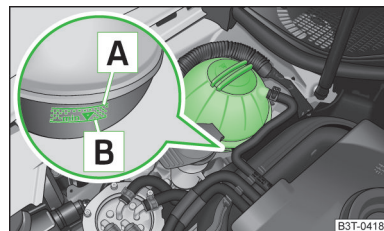

Fig. 137
Per il rabbocco si consiglia di utilizzare solo l'antigelo indicato sul serbatoio di compensazione del liquido di raffreddamento » **fig. 137 a pagina 157**.
- Non riempire il liquido di raffreddamento al di sopra della tacca **A** » **fig. 137 a pagina 157**.
Il serbatoio di compensazione del liquido di raffreddamento è disposto nel vano motore » fig. 137.
Descrizione dell'immagine » fig. 137
➤ Controllare il livello di liquido di raffreddamento nel serbatoio di compensazione del liquido di raffreddamento » fig. 137.
A motore caldo, il risultato del controllo potrebbe essere impreciso. Il livello può essere anche al di sopra della tacca **A** » fig. 137.